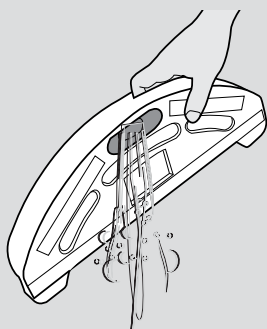

Fig. 16
4. Ta bort vattentanken och moppen efter moppning. Öppna gummlöcket och håll ut det återstående vattnet från vattentanken. [Fig. 16]